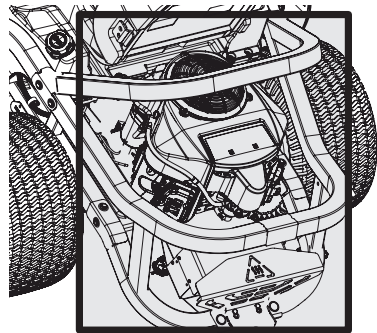

Figura 21
- Mantenga ambos lados de las ranuras de refrigeración de la transmisión, el colector de escape, alrededor de los fusibles, todo el cableado y los arneses de cables, el tubo del silenciador, el protector del silenciador, los filtros de admisión del motor y las aletas de refrigeración, etc., libres de residuos de pasto y hojas. Consulte la Figura 21.